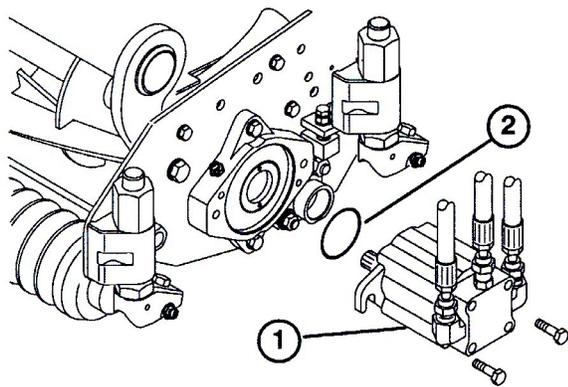

図10
14. リールモータを各Cuttingユニットに装着し、付属のキャップスクリュー2本で固定する(図10)。